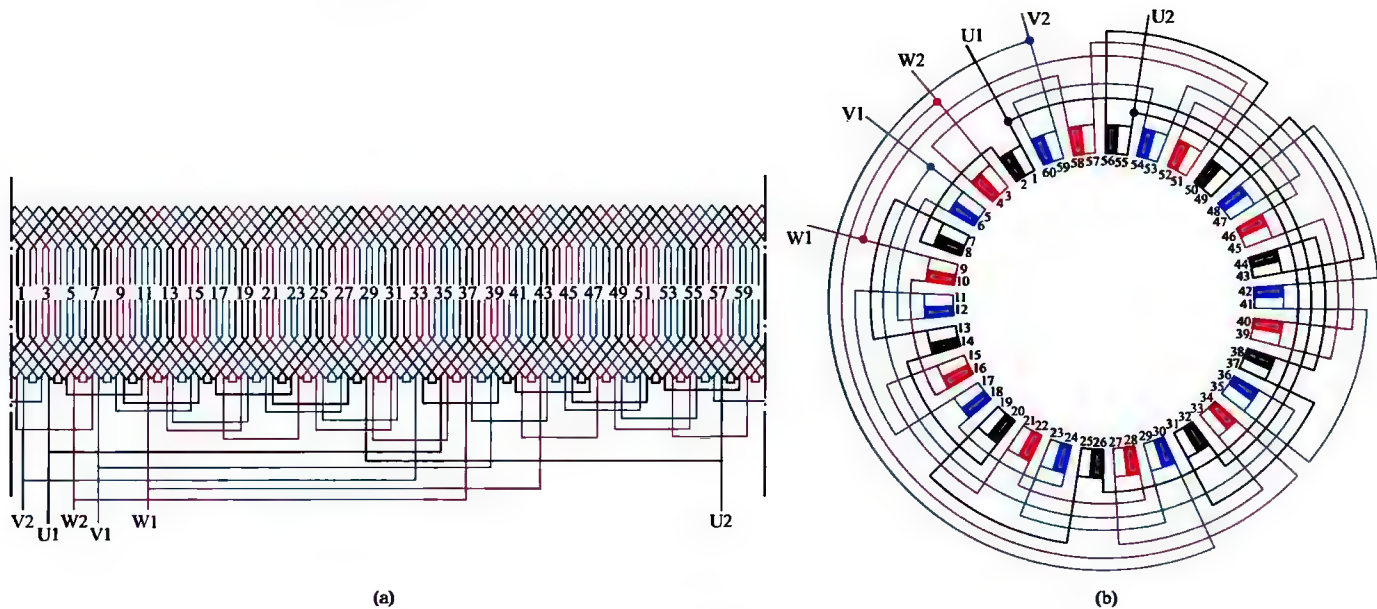

图 1-97 三相 10 极 60 槽双层叠绕组 2 路接法
97. 三相 10 极 60 槽双层叠绕组 2 路接法展开图与接线圆图 (见图 1-97)